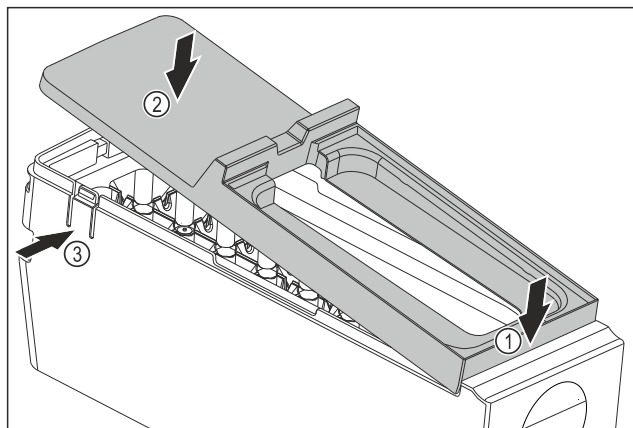

Fig. 148
- ▶ Montare la copertura del corpo dell'EasyTwist-Ice: Applicare la copertura sul davanti. Fig. 148 (1)
- ▶ Abbassare la copertura sul retro. Fig. 148 (2)
- ▷ La copertura si innesta in entrambe le linguette Fig. 148 (3) in modo udibile.